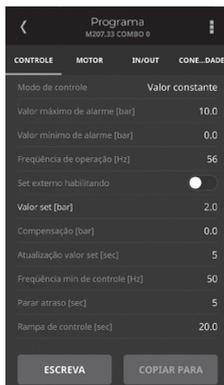

Figura 12 - Tela *Valor Set [bar]* alterado
12. Após o procedimento anterior, a tela aparecerá, conforme a Figura 12. Note que o valor do parâmetro *Valor Set [bar]* ficará na cor amarela, indicando que o valor foi alterado. Para salvar a alteração pressione a tecla *ESCREVA*.